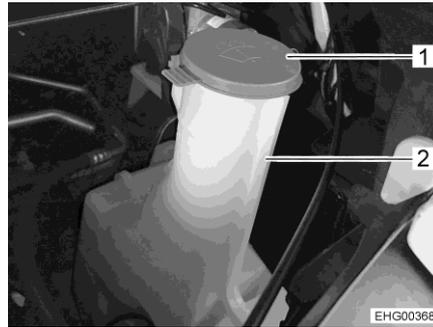

Bild 39 Einfüllstutzen Waschwasserbehälter
- Den Deckel (Bild 39,1) vom Einfüllstutzen (Bild 39,2) des Waschwasserbehälters abnehmen.